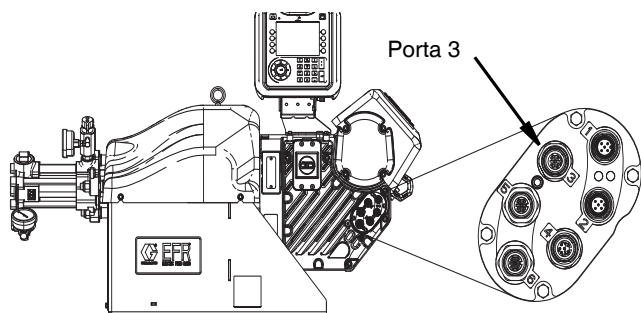

FIG. 7
4. Desligue o conector da porta 3 no condutor EFR. Consulte a FIG. 7 página 15.